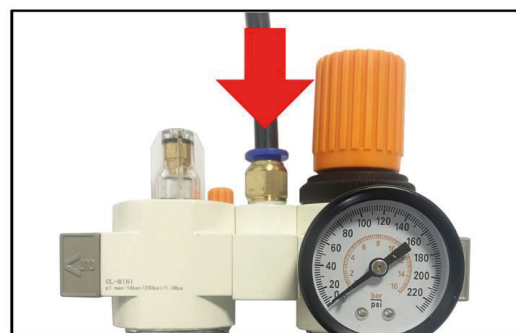

FIG12
3.3.1 Raccordement du tuyau d'air : retirez le raccord du tuyau 08 PU situé sur le côté latéral du corps. Ce raccord est équipé pour empêcher le tuyau d'air de glisser dans le corps. Branchez-le au connecteur de la source d'air. Voir FIG12.